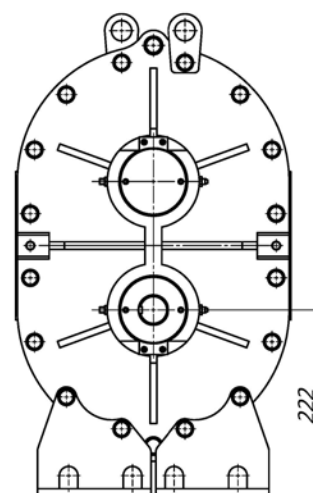

Рисунок 4
- г) вертикальная установка, горизонтальное прохождение воздуха, ведущий вал внизу (см. рисунок 4).